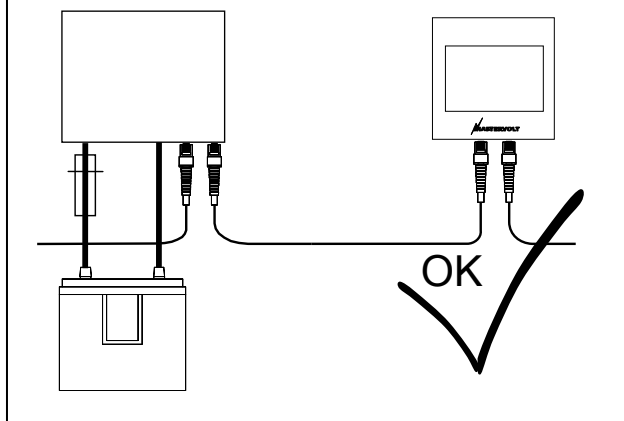

Figura 10
* Si faccia riferimento alla sezione 8.4, figura 10 per le relative caratteristiche